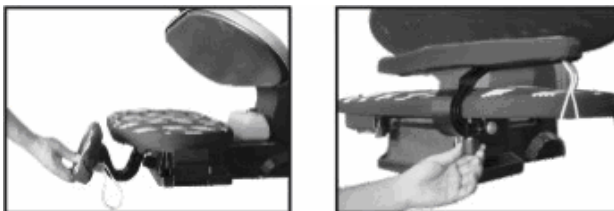

Imagen 8
- f.) Para esto pueden usar la tabla pequeña de la placha. Simplemente la tiene que levantar como en la imagen 8 hacia arriba y sujetarla con la palanca prevista.